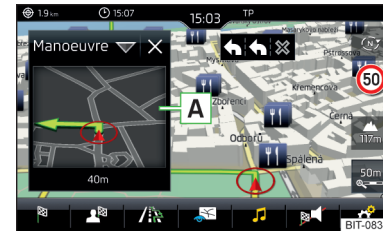

Fig. 168
El Infotainment ofrece la posibilidad de visualizar en la ventana adicional **Posición** » fig. 168 de la pág. 149 las siguientes informaciones sobre la posición actual geográfica del vehículo, así como la señal del satélite.
- ▶ Para **selección del contenido** de la ventana adicional **A** » fig. 168, pulsar la superficie funcional ▼ y seleccionar uno de los siguientes menús dependiendo del contexto.